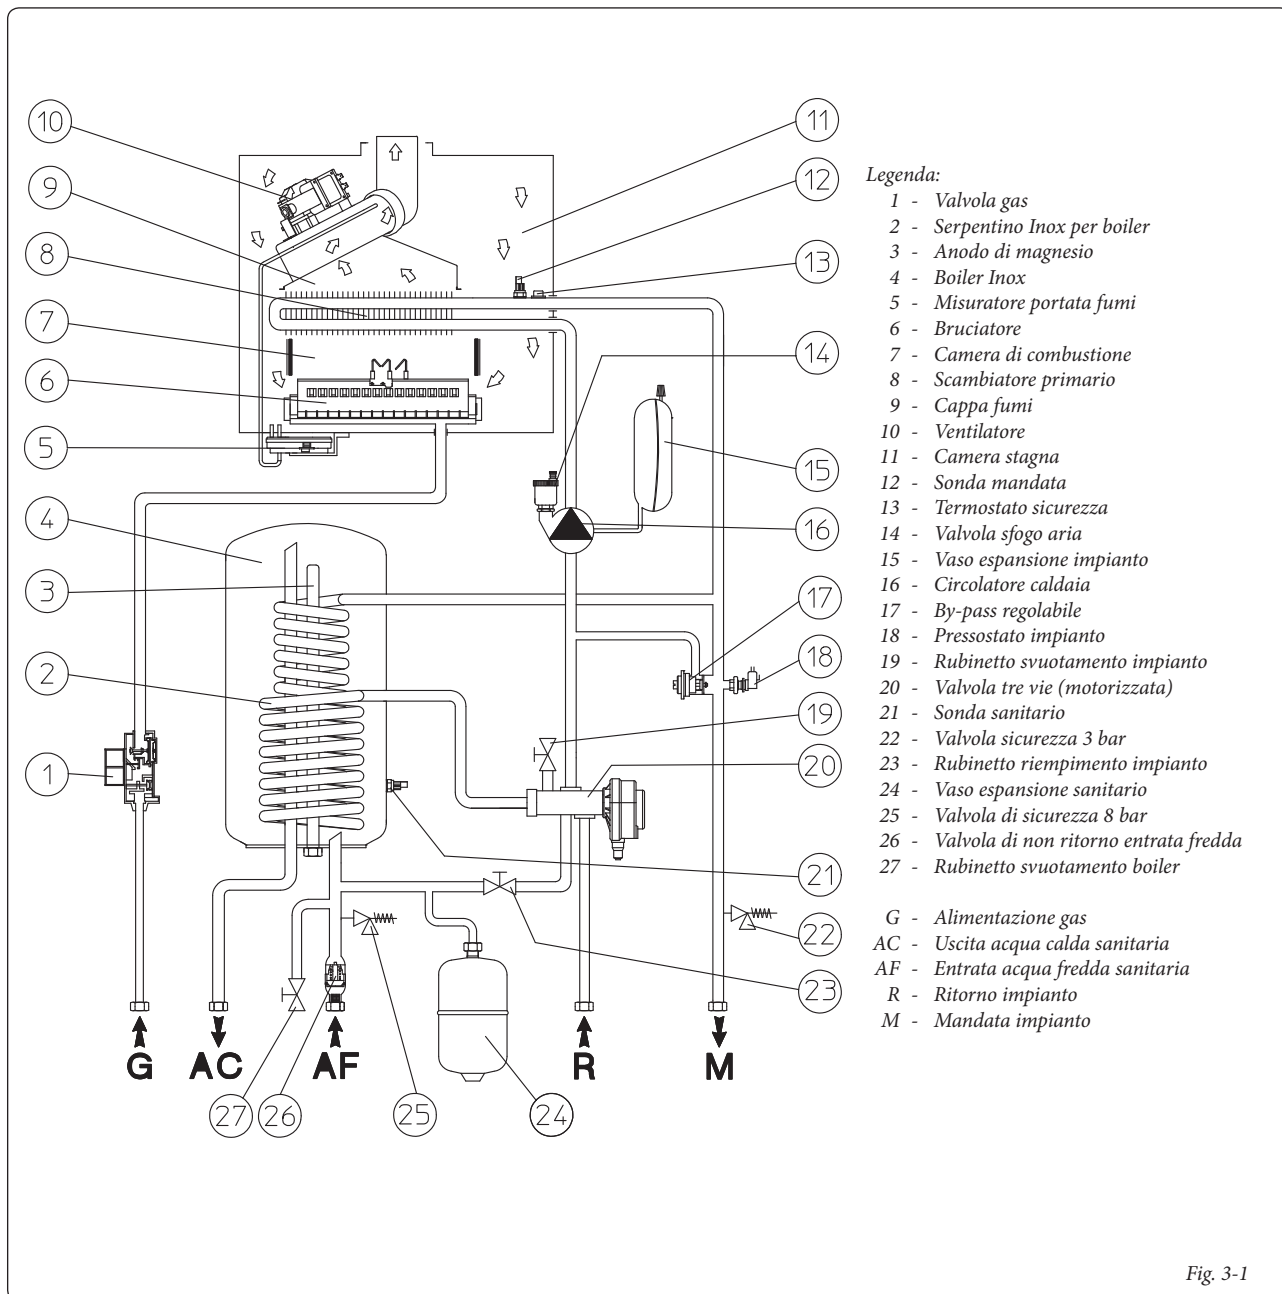

Fig. 3-1
N.B.: tutte le operazioni relative alle regolazioni delle caldaie devono essere effettuate da un tecnico abilitato (ad esempio il Servizio Assistenza Tecnica Immergas). La taratura del bruciatore deve essere effettuata con un manometro differenziale ad "U" o digitale, collegato alla presa di pressione positivo (part. 5 fig. 3-1) e alla presa di pressione di uscita valvola gas (part. 4 fig. 3-3),